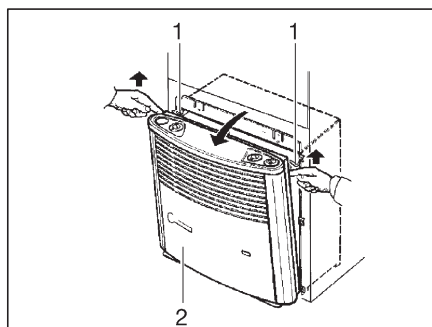

Fig. 107 Extraer el revestimiento de la calefacción
- Retirar el revestimiento de la calefacción (Fig. 107,2). Para ello, tirar hacia adelante la parte superior del revestimiento, presionar los muelles de sujeción (Fig. 107,1) a los lados hacia arriba y abatir el revestimiento hacia adelante.